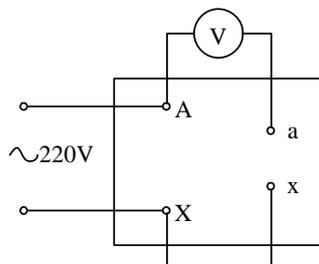

图 5.43 题 5.3 图
5.3 变压器出厂前要进行“极性”实验，其接线如图 5.43 所示。在 AX 端外加电压，若将 X-x 相连，用电压表测量 Aa 之间的电压。设变压器的额定电压为 220/110V，若 A、a 为同名端（或同极性端），电压表的读数为多少？若两者不为同名端，电压表的读数又为多少？